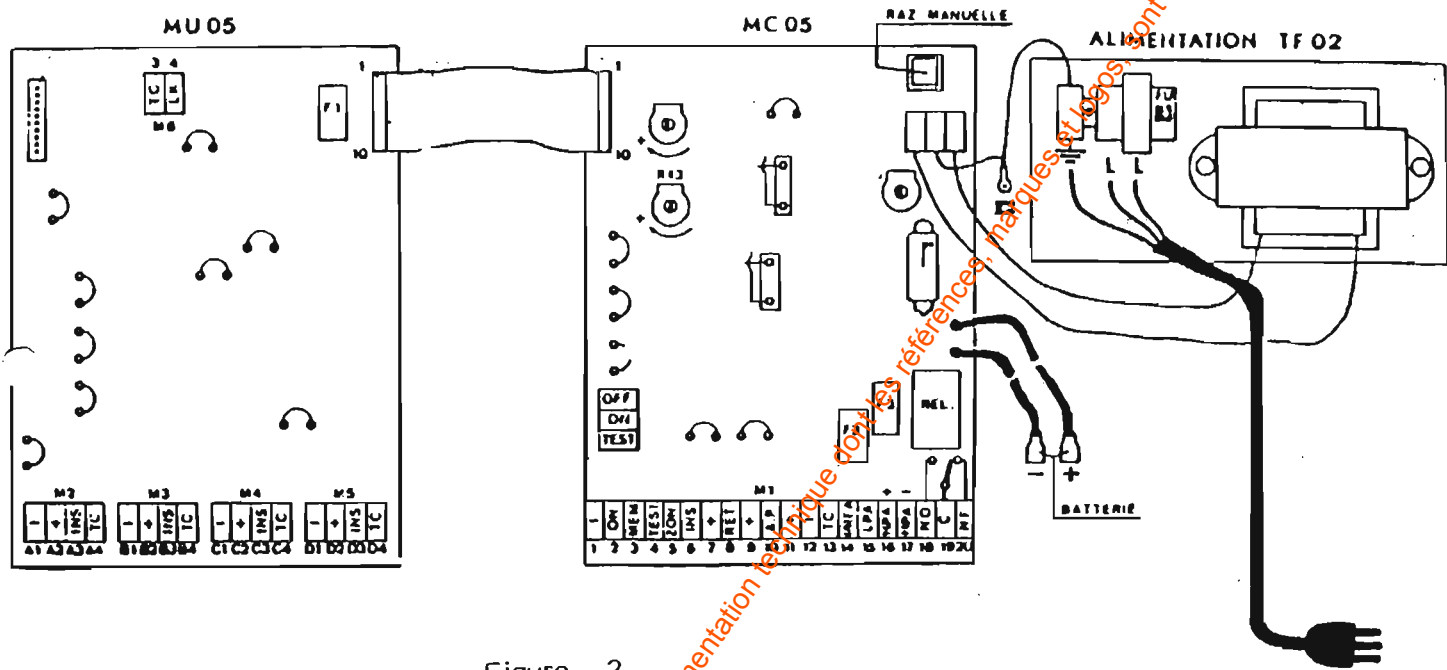

Figure 2
c) Le voyant "marche" s'éteint et si une alarme a eu lieu le(s) voyant(s) d'alarme est(sont) allumé(s). La remise à zéro des voyants de mémorisation se fait soit par le passage à la mise en service, soit par bouton de remise à zéro sur la centrale (voir figure 2 p : 7/7) Ce choix est à **DEFINIR AVEC L'INSTALLATEUR.**
OU - Appuyer sur le bouton poussoir de remise à zéro des alarmes de la centrale (voir figure 2 p : 7/7)